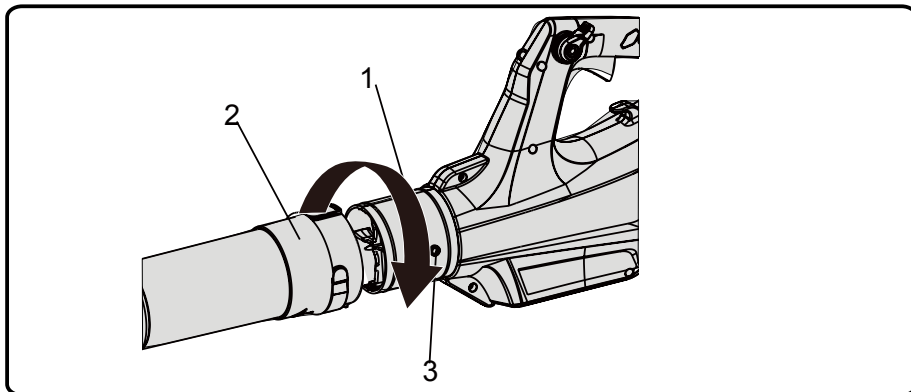

Fig.2
1. Colocar el tubo de soplado en el soplador (véase fig. 2)